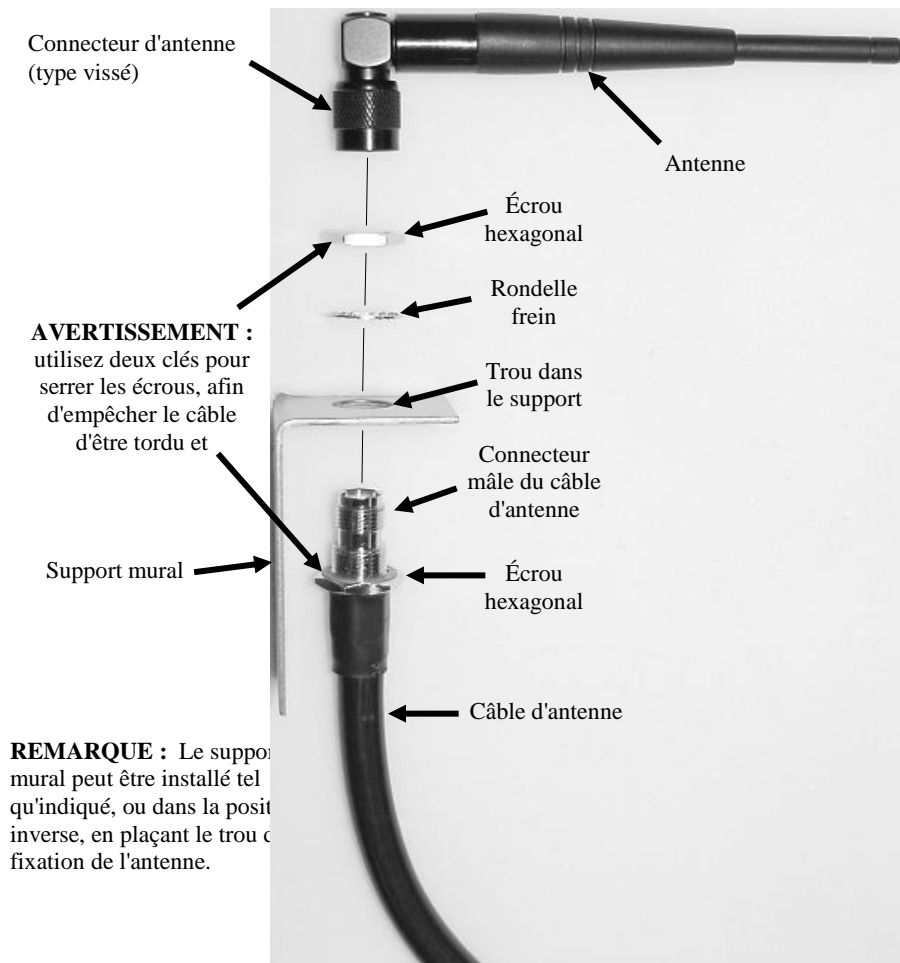

Figure 14. Installation de l'antenne à distance sur le support de fixation
- Insérez le connecteur de câble d'antenne à travers le trou dans le support de fixation tel qu'indiqué à la Figure 14 et vissez l'écrou hexagonal sur le connecteur afin de le fixer en place sur le support.